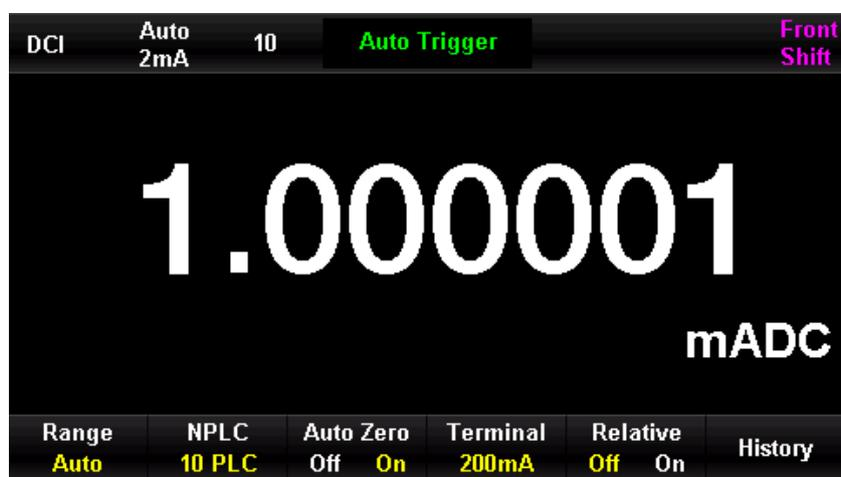

Abbildung 2-12 Menü zur DC-Strommessung
1. Drücken Sie die Taste  auf der Vorderseite und dann die Taste , um das Menü Gleichstrommessung aufzurufen, wie in Abbildung 2-12.